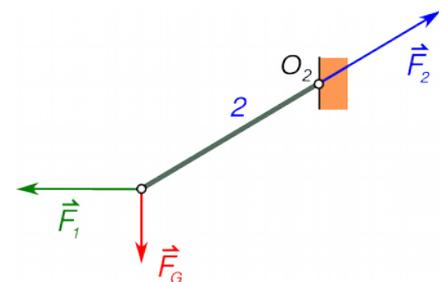

Fig. 30
c) Gleichgewicht der Stange 2 (Fig. 30)